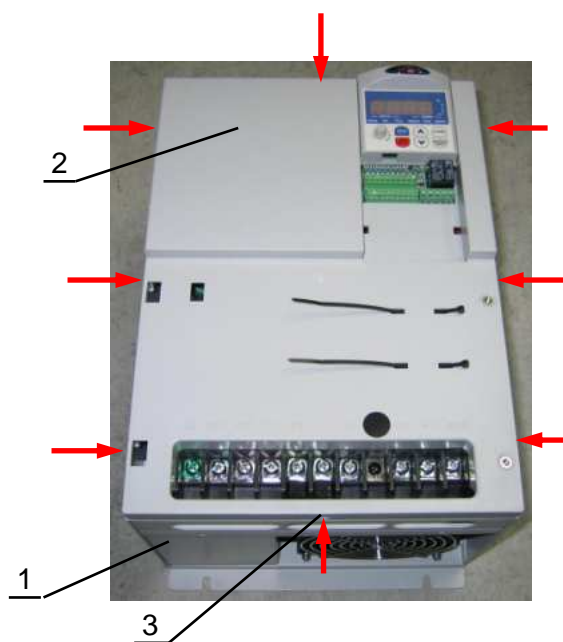

Рис.7.26
7.9.3. Установить верхнюю крышку (2) на корпус ПЧ (1) (рис.7.26). Вкрутить по боковому периметру верхней крышки восемь винтов (3) (расположение винтов обозначено красными стрелками).